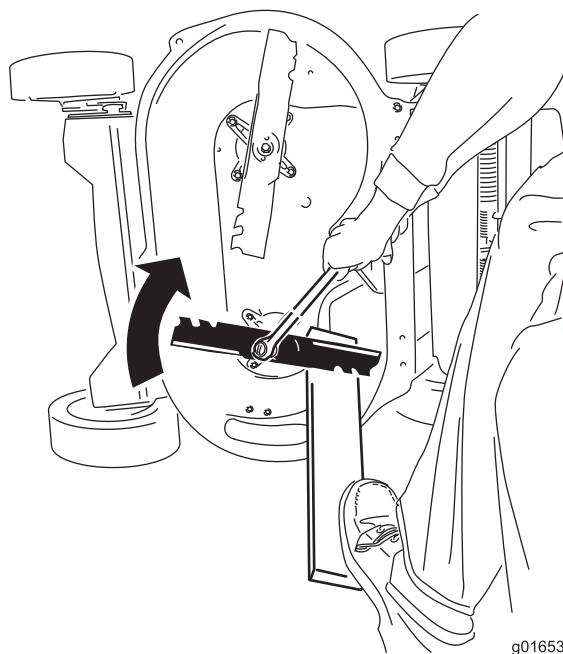

Figura 46
2. Apoye cada cuchilla en un trozo de madera, y gire el perno de la cuchilla en el sentido de las agujas del reloj con una llave dinamométrica, según se muestra en Figura 46; apriete el perno de la cuchilla a 82 Nm (60 pies-libra).